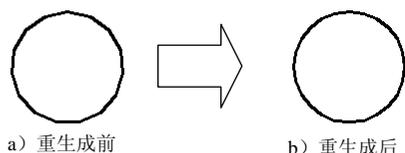

图 1.7.2 重生成操作
1.7.1); 再如缩放图形时, 有的圆或圆弧会出现带棱角的情况, 利用重生成命令即可使圆或圆弧变得圆滑起来 (图 1.7.2)。